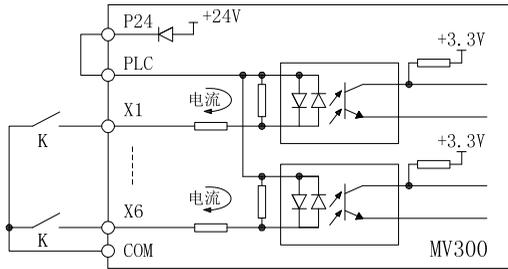

图3-11 使用变频器内部+24V 电源连接方式
- 1) 使用变频器内部的+24V 电源，接线方式如图 3-11 所示。